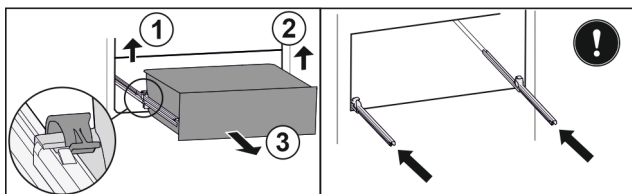

Fig. 197
- Dvignite levo spojko in hkrati povlecite predal levo naprej. Fig. 197 (1)
- Dvignite desno spojko in hkrati povlecite predal desno naprej. Fig. 197 (2)
- Predal vzemite ven v smeri naprej. Fig. 197 (3)